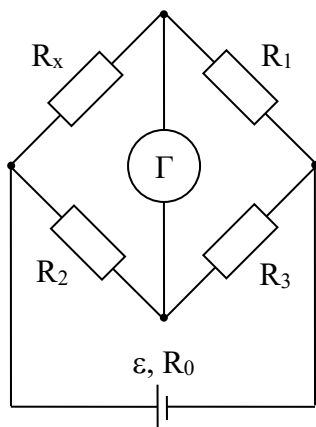

Рис. 5.
- Определить значение сопротивления резистора R_x , включенного в плечо моста (рис. 5), если в уравновешенном состоянии сопротивления других плеч моста составляют: $R_1 = 100$ Ом, $R_2 = 524$ Ом, $R_3 = 2000$ Ом.